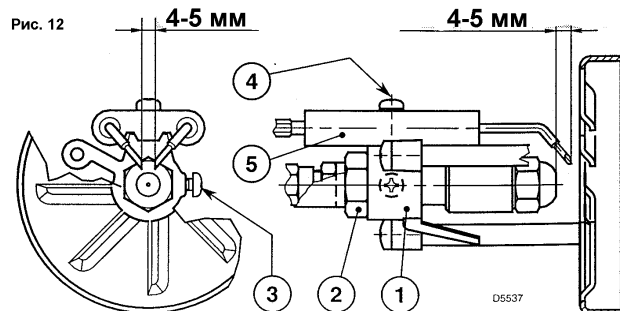

Рис. 12
Вставить держатель крыльчатки (1) в блок распылителя (2) и закрепить винтом (3). Для последующей регулировки ослабить винт (4) и переставьте блок электродов (5) (см. рис. 12).
- отвернуть винт (3, см. рис. 12 на стр. 5), вынуть из блока форсунки узел крепления крыльчатки (10),